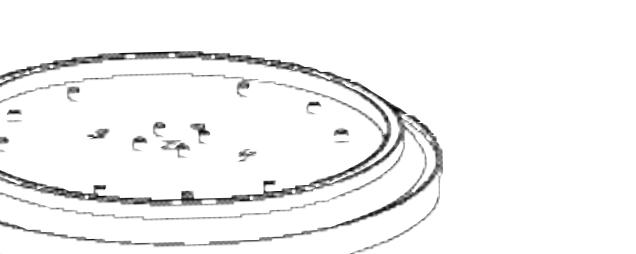
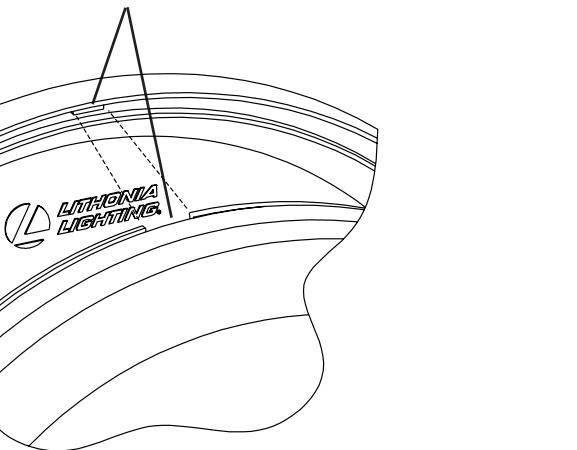

Fig. 2
Fig. 3
5. Use Wirenuts (5) to connect black fixture wire to the black power supply wire and white fixture wire to the white power supply wire.
6. Apply bead of silicone caulk (not provided) around entire groove on back side of backplate. Bead of caulk to extend above groove to assure watertight seal with mounting surface. **See Fig 2.**
7. Align Threaded Pipe (9) with center hole on Backplate. Push Backplate Assembly (2) to ceiling. Secure fixture with Cap Nut (6).
9. Install diffuser assembly to backplate assembly by aligning notches in diffuser flange with retaining lances on inside of backplate. Turn clockwise until tight then secure with set screw. **See Fig 3.**
1. Saque los componentes del luminario y paquete(s) de piezas. Compruebe que todas las piezas estén incluidas. **Vea Fig 2.**
2. Afloje el Tornillo de sujeción (1) asegurando el Con junto del difusor (3) a la Placa posterior (2) y destornille el difusor de la placa posterior girando a la izquierda.
5. Use Capuchones de Alambres (5) para conectar el alambre negro del luminario al alambre negro de suministro de electricidad y el alambre blanco del luminario al alambre blanco de suministro de electricidad.
6. Aplique una capa de masilla de silicona (no suministrada) alrededor del surco en la parte posterior de la placa posterior. La capa de masilla debe extenderse sobre el surco para asegurar un sellado hermético con la superficie de montaje. Consulte la Fig. 2.
7. Alinee la vara roscada (9) con el orificio central en la carcasa. Empuje el conjunto de la carcasa (2) a la superficie del techo. Asegure el montaje con la tuerca ciega (6). **Nota:** La tuerca ciega (6) solo debe ser ajustada manualmente. No ajuste excesivamente.
9. Instale el conjunto del difusor en el conjunto de la placa posterior alineando las muescas en el reborde del difusor con las lanzas de retención en el interior de la placa posterior. Gire a la derecha hasta ajustar; luego asegure con el tornillo de sujeción. Consulte la Fig. 3.